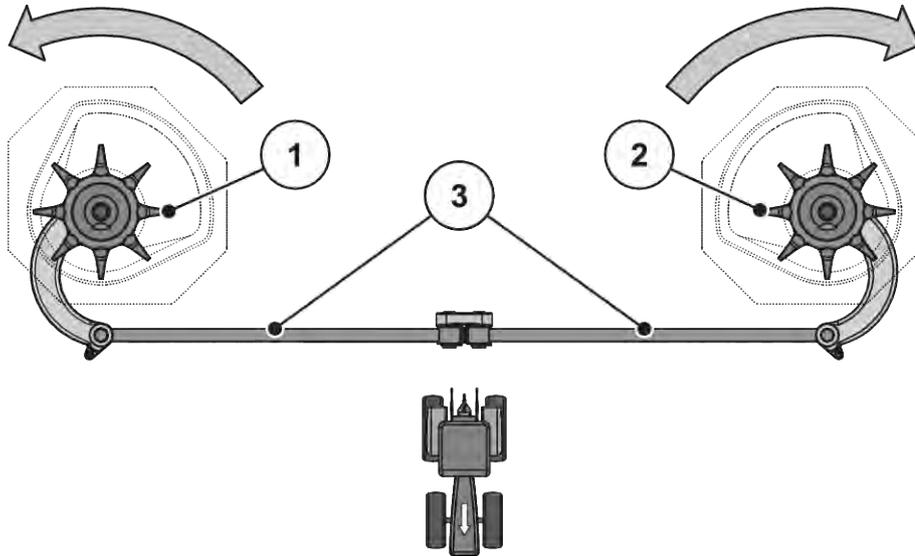

Abb. 60: Rührwerksantrieb prüfen
- Rührkopf von Hand **in die Drehrichtung der Wurfscheibe** drehen. Siehe *Abb. 60 Rührwerksantrieb prüfen*.
- Rührkopf von Hand oder mithilfe eines Ölfilterbandes kräftig **gegen die Drehrichtung der Wurfscheibe** drehen. Siehe *Abb. 60 Rührwerksantrieb prüfen*